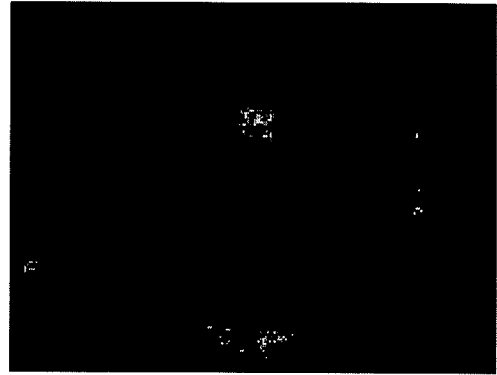

Figure 21
1. Vidangez le réservoir de solution (figure 21A) et le Réservoir de récupération (figure 21 B). Pour vidanger les réservoirs, appliquez la procédure suivante :